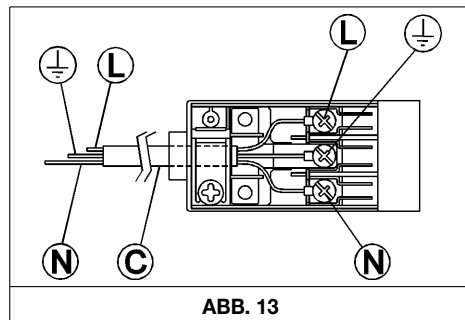

ABB. 13
- Falls am Stromanschlusskabel "C" kein Stecker montiert ist (s. Abb. 13), so ist ein geeigneter Stecker zu montieren, der für die auf dem Hinweisetikett angegebenen Leistungsdaten geeignet ist. Die Drähte sind wie in Abb. 13 angegeben anzuschließen, wobei auf folgende Übereinstimmungen zu achten ist.